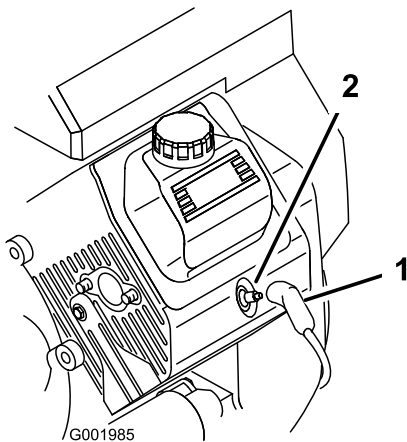

Bild 50
3. Ziehen Sie die Kabel von den Zündkerzen ab (Bild 50).
3. Stecken Sie die Kabel auf die Zündkerzen (Bild 50).